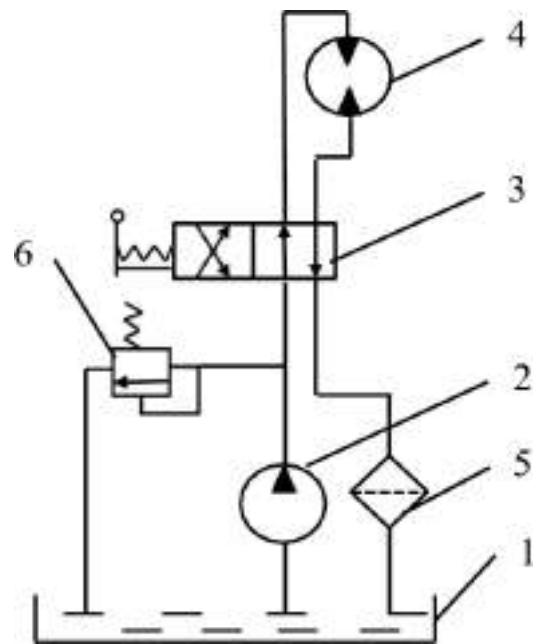

Рис. 1.2. Схема гидропривода с выходным звеном вращательного движения:
- гидропривод вращательного движения (рис. 1.2), в котором в качестве гидродвигателя применяется гидромотор с неограниченным вращательным движением ведомого звена (вала или корпуса);